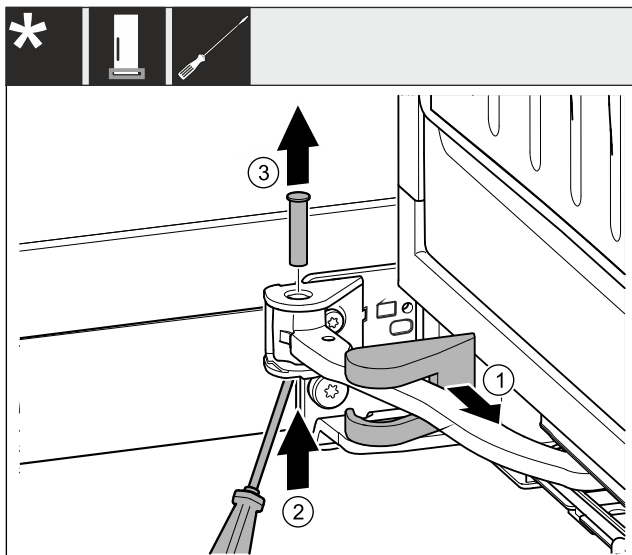

Fig. 5
- ▶ Rimuovere la copertura del blocco di supporto e spingerla lungo il giunto. Fig. 5 (1)
- ▶ Con le dita o un cacciavite, sollevare dal basso i perni. Fig. 5 (2)
- ▶ Posizionare il cacciavite sotto la testa del perno ed estrarla. Fig. 5 (3)